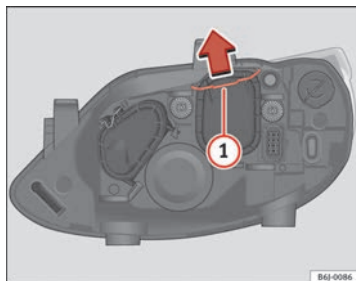

Abb. 161 Abblendlicht
- Verschieben Sie die Strebe $\Rightarrow$ Abb. 161 ① in Pfeilrichtung und nehmen Sie den Deckel ab.